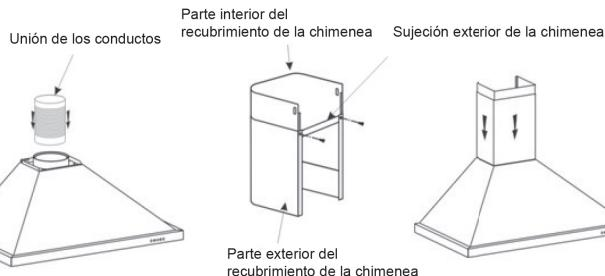

Imagen 3
- A continuación, instale el conducto extensible y la chimenea sobre la campana. Consulte la imagen 3.